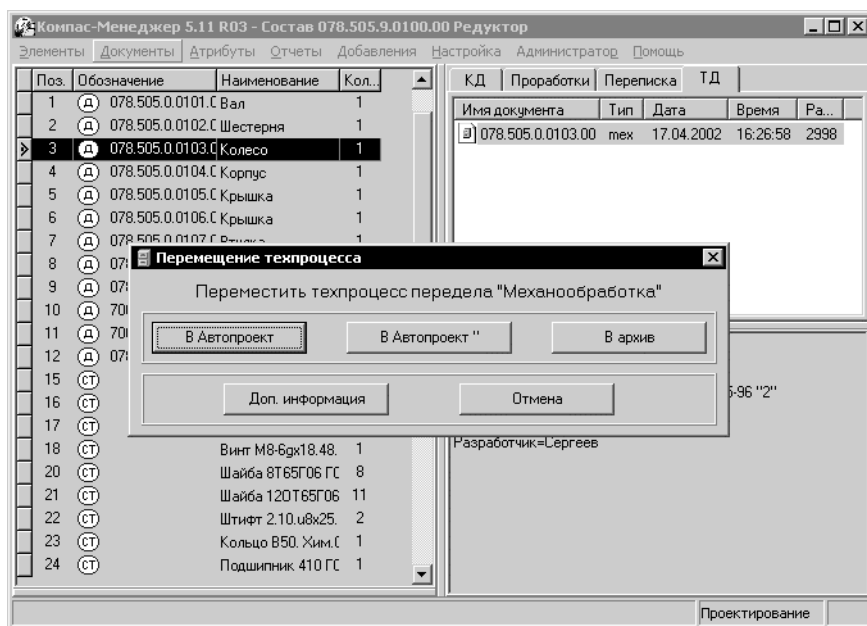

Рис. 3.91. Извлечение технологии из системы КОМПАС-МЕНЕДЖЕР в систему КОМПАС-АВТОПРОЕКТ
- Для передачи ТП из архива в текущую или дублирующую технологию модуля КОМПАС-АВТОПРОЕКТ-Технология или сохранения разработанного техпроцесса в структуре PDM запустите обработчик технологических документов из-под PDM (выбрав документ и дважды кликнув по нему мышью (рис. 3.91)) или выберите команду **Сохранить ТП (Загрузить ТП)** из меню **Программы** модуля КОМПАС-АВТОПРОЕКТ-Технологии.